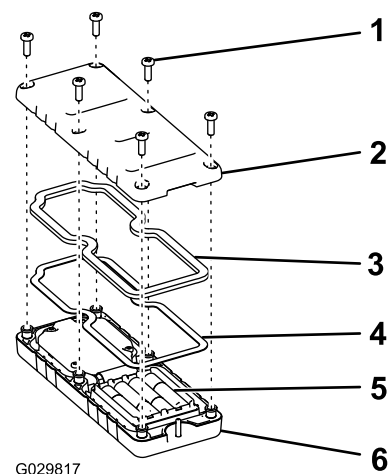

Figura 35
1. Retire los 6 tornillos de la parte trasera del control remoto, y retire la tapa (Figura 35).
5. Vuelva a colocar la tapa, sujétela con los 6 tornillos que retiró anteriormente (Figura 35) y apriételes a 1.5–1.7 N·m (13–15 pulgadas-libra).